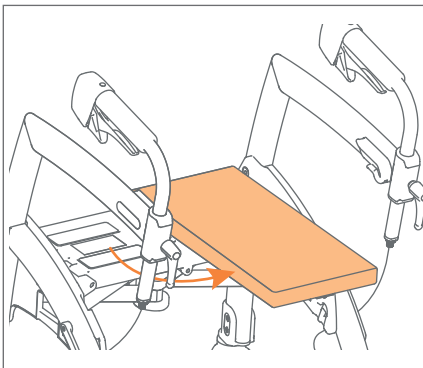

Figura 10: Gire el cojín del asiento.
- Saque el cojín del asiento, gírelo 90 grados y colóquelo transversalmente en el lado de la maneta roja (**Figura 10**).